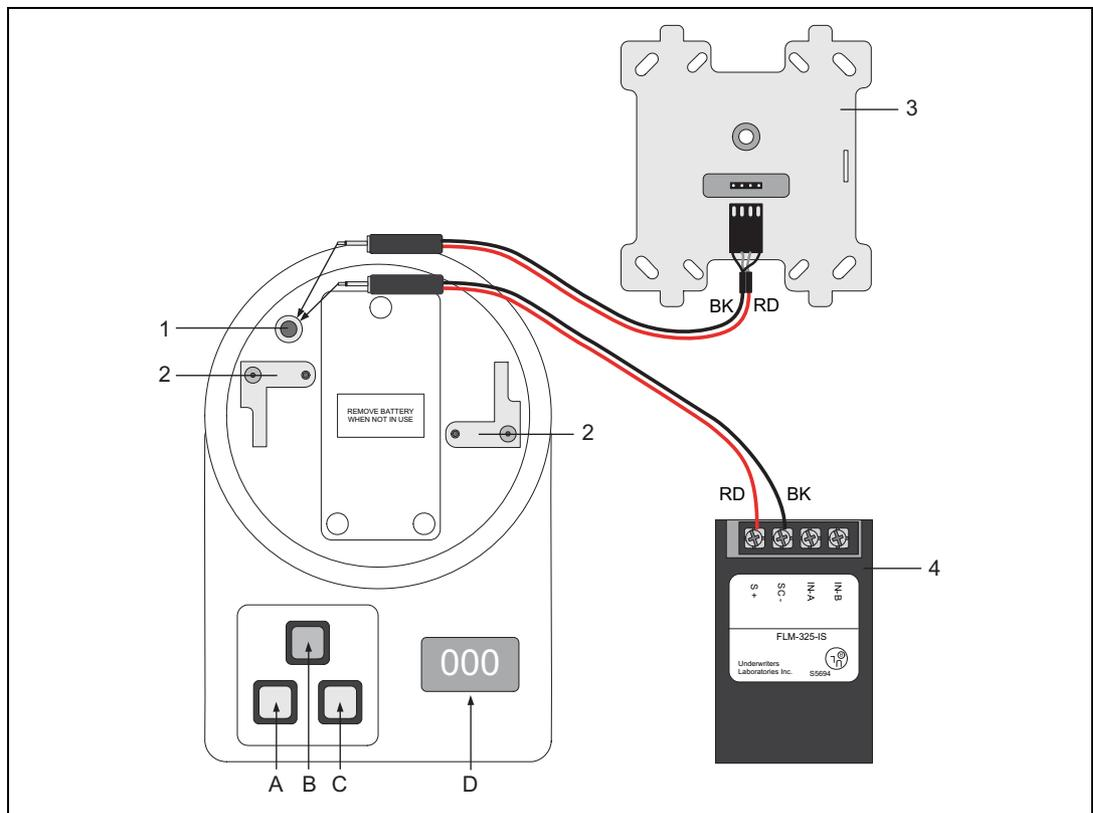

Figura 4.22 Direccionamiento de Dispositivos con el Programador de Dispositivos Analógicos TCH-B100
2. Utilice el Programador de Dispositivos Analógicos D5070 como se muestra en la *Figura 4.22* de la *Página 68*, y programe la dirección adecuada para cada dispositivo direccionable analógico.